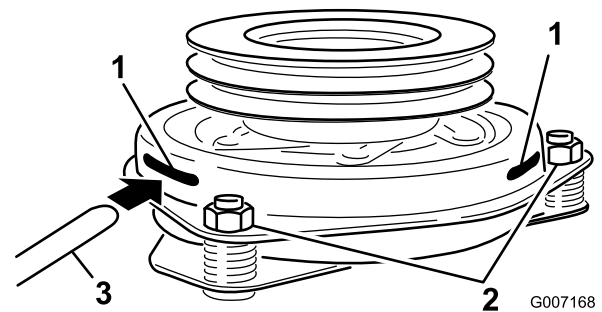

Figure 63
que la jauge d'épaisseur passe bien entre les surfaces de frottement de l'induit et du rotor (Figure 63).
9. Serrez les contre-écrous jusqu'à ce la jauge d'épaisseur fléchisse légèrement mais puisse bouger facilement dans l'entrefer (Figure 63).